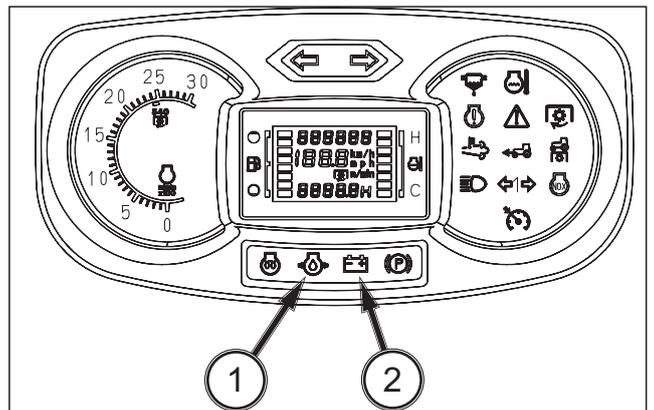

FIG. 75
FIG. 75: La lámpara de presión del aceite de motor (1) y la luz indicadora de carga de la batería (2) en el conjunto de luces indicadoras deben apagarse al arrancar el motor. Si uno de los dos sigue encendido, **DETENGA EL MOTOR DE INMEDIATO** y averigüe la causa del problema.